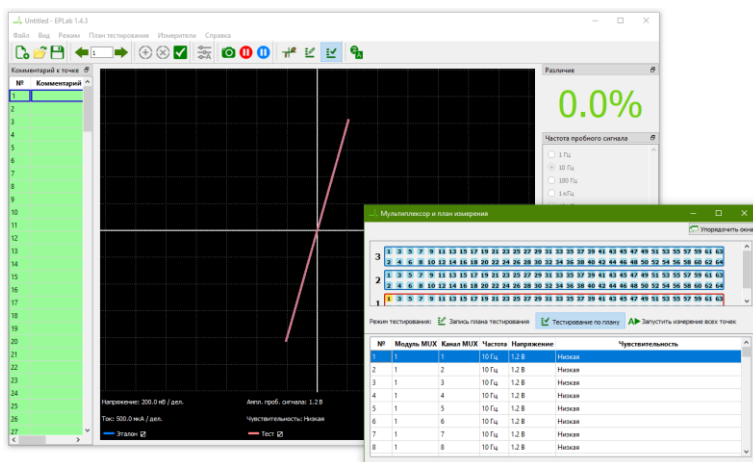

Рисунок 4.34 - Вид окон ПО EPLab при выбранном канале мультиплексора.
- Если необходимо перезаписать конкретную точку, кликните правой кнопкой мыши по номеру соответствующего канала в окне «Мультиплексор и план измерения». Активный канал подсветится желтым цветом, а в главном окне EPLab будет отображена измеряемая ВАХ (рис. 4.34). Также можно выбрать нужный канал в таблице. Затем зафиксируйте ВАХ с помощью кнопки **Пробел** или